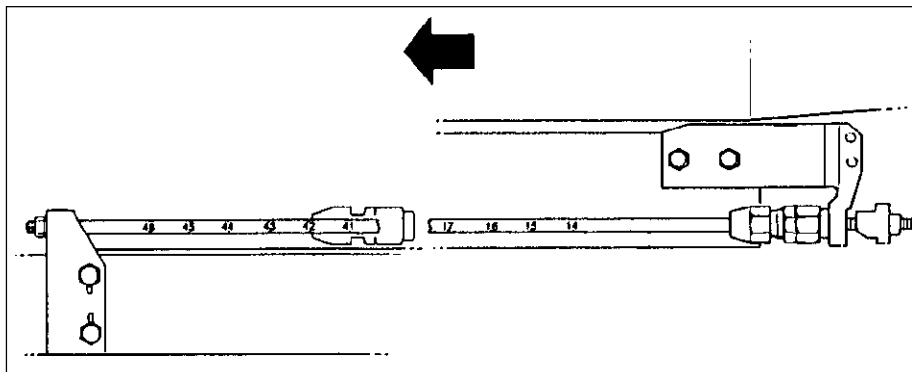

Fig 9-3. Indicador de recuo
d. Indicador de recuo (Fig 9-3) - Sua função é medir o comprimento do recuo a cada disparo.